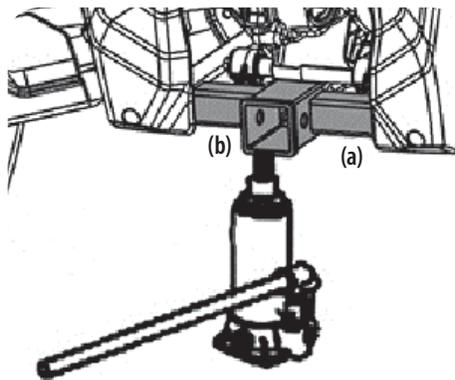

Figure 5-8
2. Avant de soulever la partie arrière du véhicule, placez un bloc de bois sous la partie droite (a) et sous la partie gauche (b) du châssis. Ne placez pas le cric sur la plaque d'acier qui se trouve sous le moteur. Voir Figure 5-8.